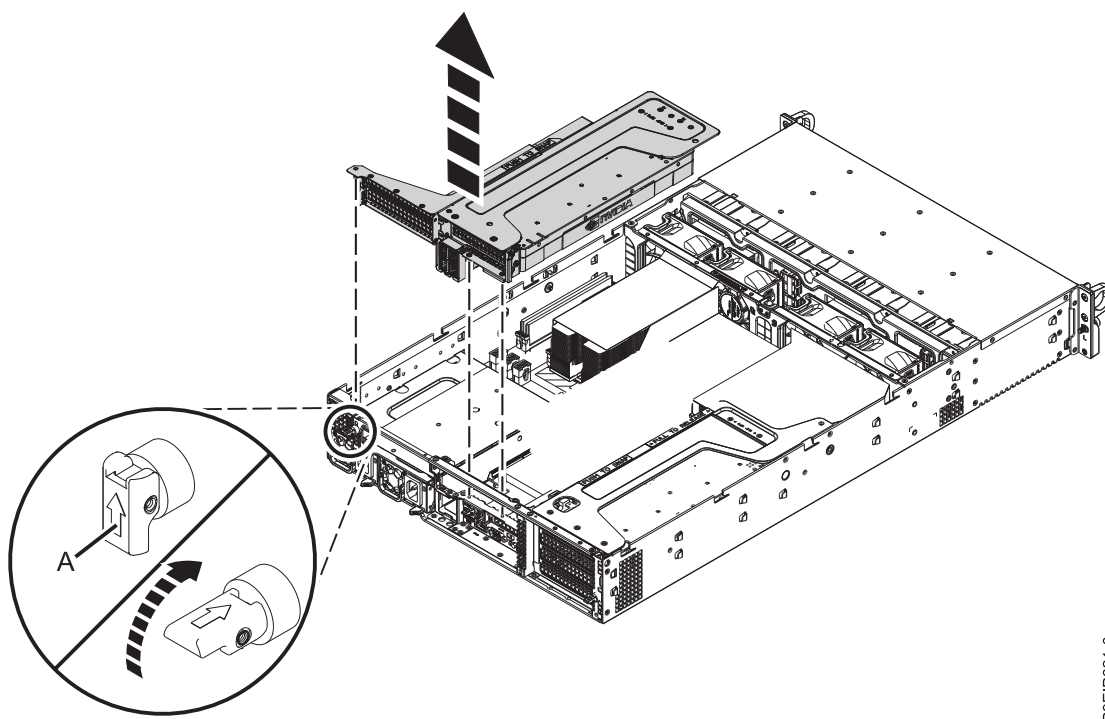

Figura 54. Removendo o riser PCIe
3. Para instalar um adaptador PCIe na posição 1 ou 2, remova o riser PCIe, conforme mostrado na Figura 54.
- a. Retraia o pino de retenção (A) conforme mostrado na Figura 54.